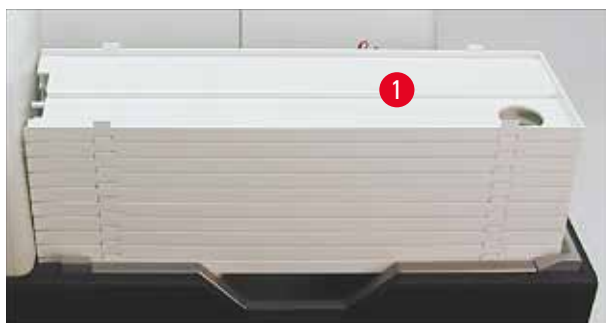

Fig. 39
1. Posizionare una pila di vassoi (→ "Fig. 39-1") sul tavolo di sollevamento della stazione di scarico (→ "Fig. 39").